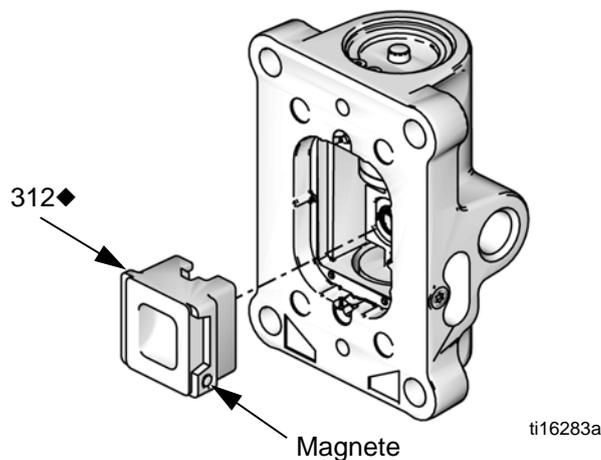

FIG. 15. Installazione della coppa della valvola dell'aria
7. Installare la molla (311◆). Lubrificare e installare la coppa della valvola dell'aria (312◆), vedere FIG. 15. Allineare la piccola calamita rotonda con l'ingresso dell'aria.